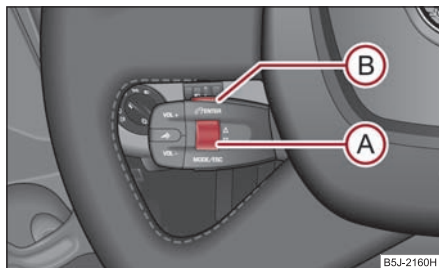

Fig. 138 Modul multifuncțional: Tastele de comandă
- Prin apăsarea scurtă a randalinei **(A)** ⇒ fig. 138 puteți răsfoi în memoria telefonului în căutarea numelor, resp. a meniurilor.